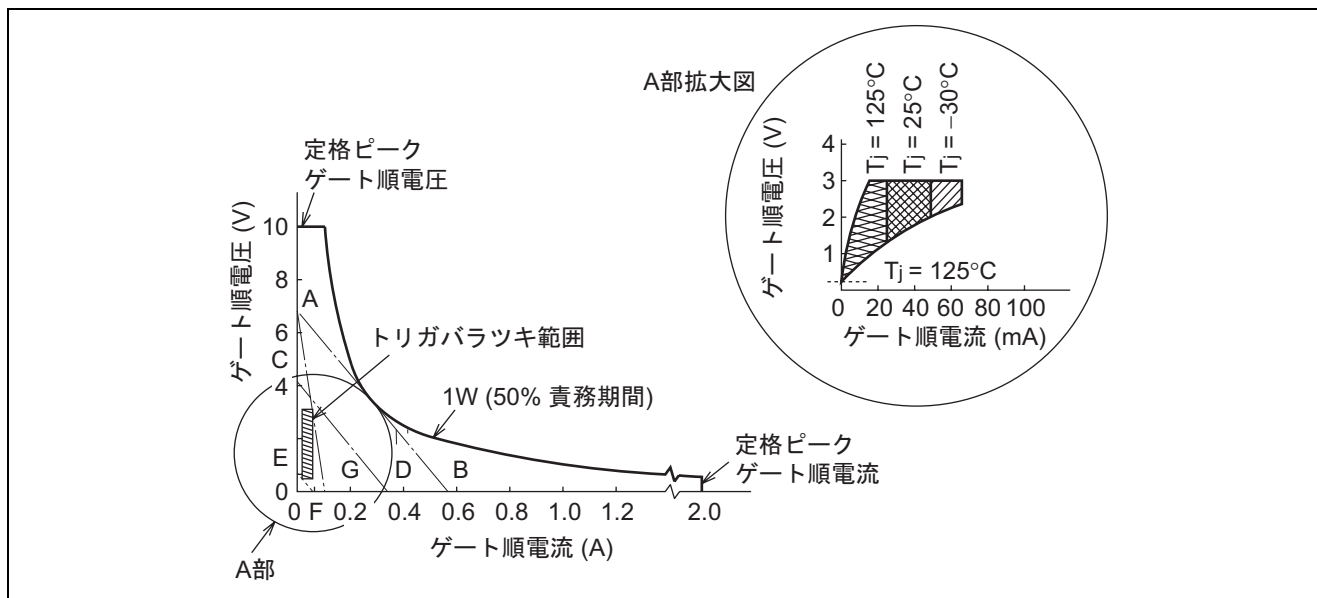
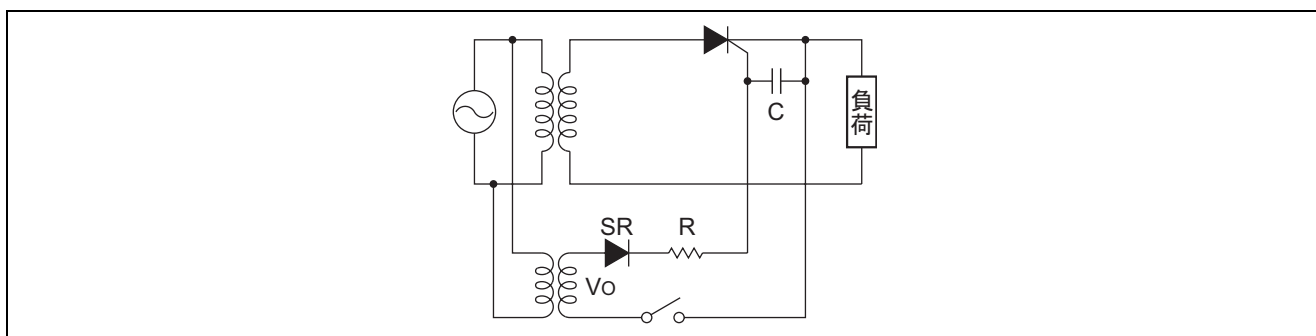

図 6 ゲート負荷直線図
図 9 トリガ回路結線図
この回路定数を決めるために図 6 のような、横軸にゲート順電流を、縦軸にゲート順電圧をとったグラフを用い、そのグラフの中に素子のトリガ特性範囲及びゲート責務期間に対する許容ゲート損失の双曲線カーブを書き込みます。
このグラフの斜線をほどこした範囲の上部及び右側では、素子は必ずトリガします。その境界線は、使用温度範囲（最低接合温度）における最大のゲートトリガ電流、ゲートトリガ電圧です。一方、斜線をほどこした範囲の上部及び左側では、素子がトリガしない範囲であって、その境界線は、使用温度範囲（最高接合温度）における最小のゲート非トリガ電流・電圧です。図 6 は、サイリスタ CR20F のグラフ（ただし、データシートには両対数目盛で記載しております）で、その最大ゲートトリガ電流は 50 mA ($T_j = 25^\circ\text{C}$)、最大ゲートトリガ電圧は 3.0V ($T_j = 25^\circ\text{C}$)、最小ゲート非トリガ電圧は 0.25 V ($T_j = 125^\circ\text{C}$) です。
図9のような主回路電圧と同期したサイリスタ CR20F のトリガ回路を設計する例を説明します。トリガ電源の負のサイクルはシリコン・ダイオード (SR) で阻止させます。なお、このダイオードはゲルマニウム・ダイオードではなく、シリコン・ダイオードですから立上がり電圧が 0.7 V もあり、誤動作防止に役立ちます。トリガ電源電圧はシリコン・ダイオード (SR) で半波に整流されましたので、ゲートの責務期間は 50% となります。図6のゲート負荷直線図に責務期間 50% 時の許容電力損失曲線を書き込みます。サイリスタ CR20F ではゲート平均入力 が 0.5 W ですから、責務期間 50% では 1 W のラインとなります。